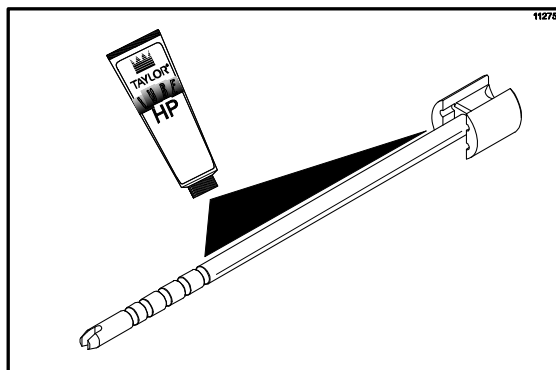

Figura 123
13. Lubrifique o eixo da lâmina do spinner até o canal. (Veja a Figura 123.)